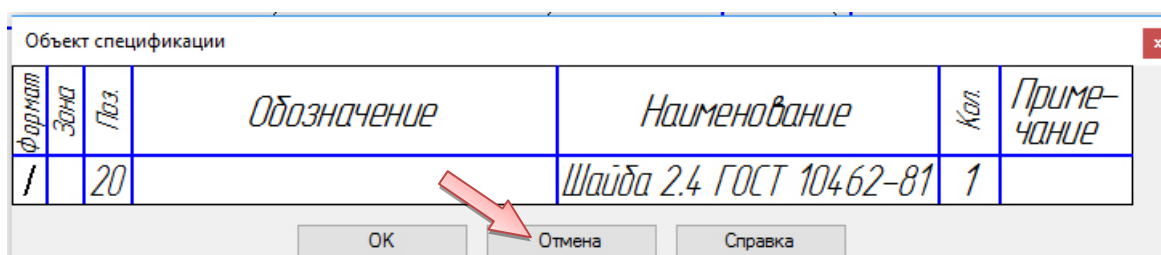

Рис. 4.51. Окно «Объект спецификации» шайбы
- В окне «Объект спецификации» нажмите ОТМЕНА (рис. 4.51).